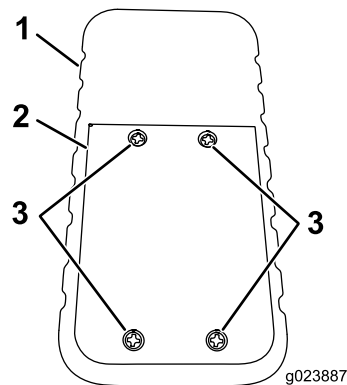

Рисунок 5
- Ослабьте четыре винта крепления крышки отсека батарей (Рисунок 5).